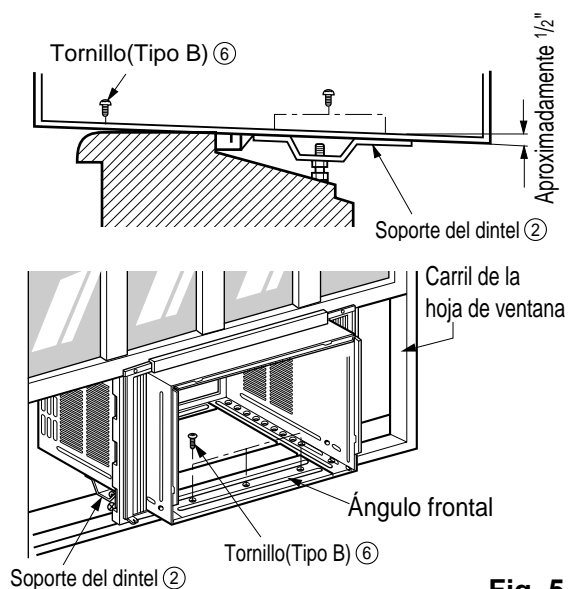
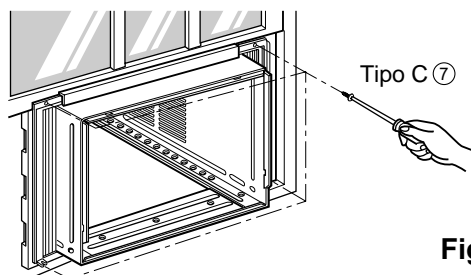

Fig. 5
Fig. 6
6. El gabinete debe ser instalado con una ligera inclinación (aproximadamente 1/2") de modo que el lado externo quede hacia abajo (ver Fig. 5) Ajuste el perno y la tuerca del soporte al dintel ② para equilibrar el gabinete.
7. Agregue el gabinete al asiento de la ventana colocando los tornillos ⑥ (Tipo B: Largo 16mm 5/8 - pulgadas - abajo.) a través del ángulo frontal en el asiento de la ventana.
8. Tire cada marco de la cortina ① completamente para cada carril de hoja de ventana y repita el paso 2.
9. Agregue cada marco de la cortina ① de la hoja de la ventana usando tornillos ⑦ (Tipo C). (ver Fig. 6)